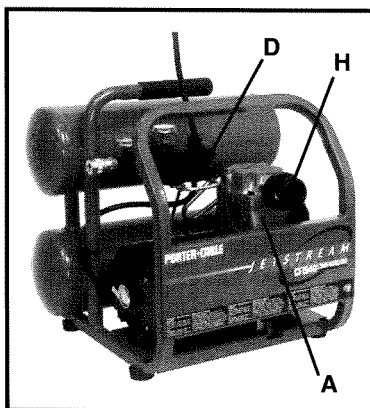

Fig. 1
Bomba del compresor de aire (A), Fig. 1: Para comprimir el aire, el pistón se mueve hacia arriba y hacia abajo en el cilindro. En la carrera descendente, se aspira aire a través de las válvulas de admisión. Las válvulas de escape permanecen cerradas. En la carrera ascendente del pistón, se comprime el aire. Las válvulas de admisión se cierran y se fuerza la salida de aire comprimido a través de las válvulas de escape.
Conmutador activado por presión prefijada (D), Fig. 1: El conmutador activado por presión prefijada arranca el motor automáticamente cuando la presión del tanque desciende por debajo de la presión de “conexión” establecida en fábrica y detiene el motor cuando la presión del tanque de aire alcanza la presión de “desconexión” establecida en fábrica.
Filtro de admisión de aire (H), Fig. 1: Este filtro está diseñado para limpiar el aire que entra en la bomba. Este filtro siempre debe estar limpio y no tener obstrucciones. Gire la tapa del filtro en sentido contrario al de las agujas del reloj para quitarlo y dejar al descubierto el elemento de papel del filtro.